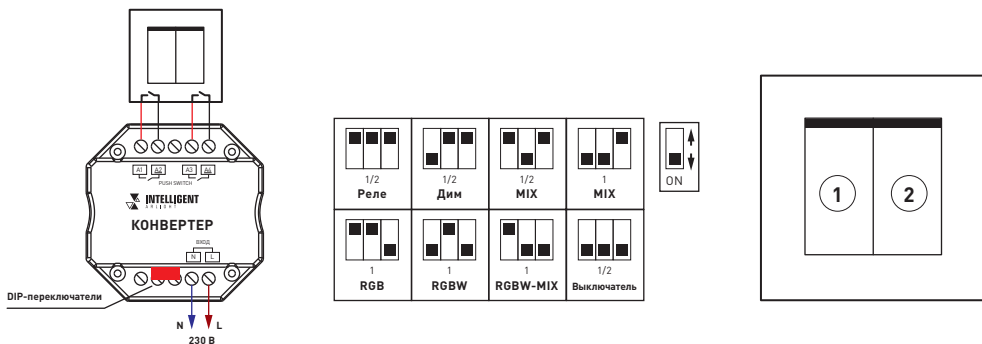

Рис. 2. Схема подключения конвертера
- 3.2. Подключите конвертер в соответствии со схемой на рис. 2;